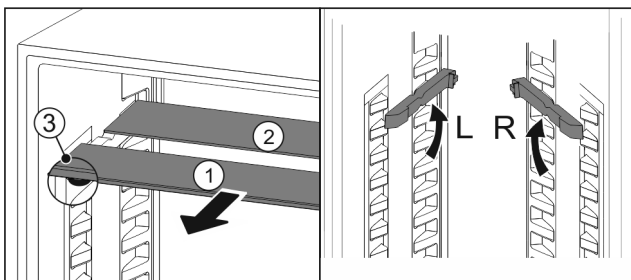

Fig. 80
- ▶ estrarre i ripiani di vetro singolarmente tirando in avanti Fig. 80 (1).
- ▷ Il piano in vetro Fig. 80 (1) con il motivo ornamentale è nella parte anteriore.
- ▷ I fermi Fig. 80 (3) sono rivolti verso il basso.